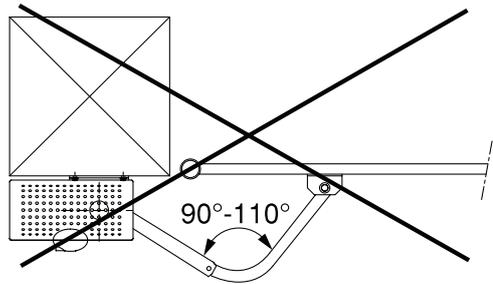
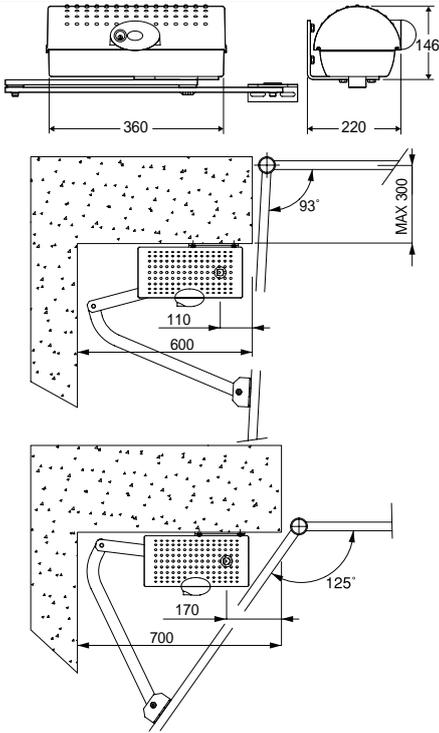
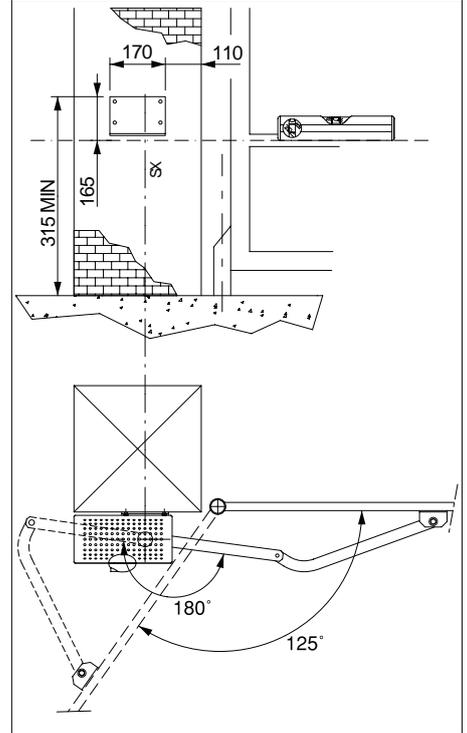
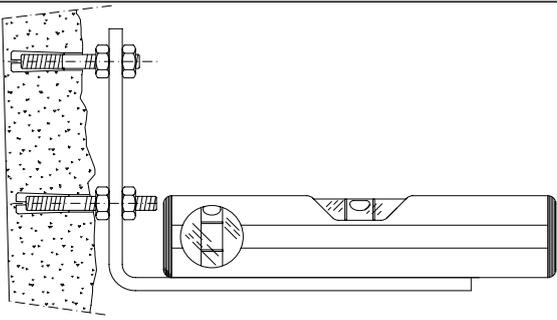

Рис. 1
Рис. 2
Рис. 4
Рис. 5
Стандартное расположение оборудования показано на **рис.1** . Привод крепится к верхней части створки, которая в свою очередь крепится к стене петлями. Если такое расположение невозможно по причине конструктивных особенностей, то привод можно расположить и на другой, не фиксированной створке (**рис.4**). Привод можно устанавливать как слева, так справа (**рис.2**).
6) КРЕПЛЕНИЕ МОНТАЖНОЙ ПЛАСТИНЫ (рис.5)
Привод комплектуется крепежом и телескопическими рычагами. После определения места крепления на створке, приварите или закрепите винтами монтажную пластину с соблюдением размеров, указанных на **рис.5**. Закрепите моторредуктор на пластине 4 винтами с левой или правой ориентацией (**рис.2**).